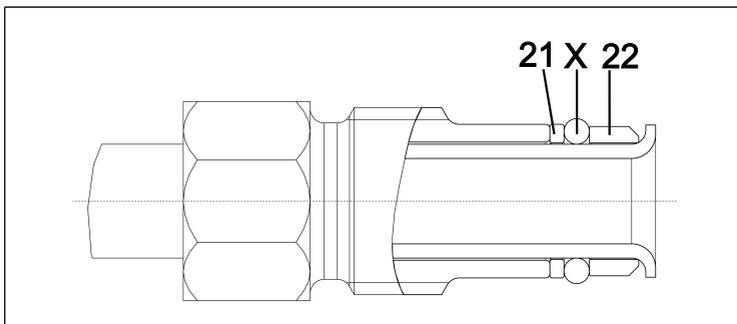

图23: O形圈的正确位置
**i** 更换O形圈时，请确保新O形圈位置正确（在套筒（22）和滑盘（21；参见图 23）之间）。